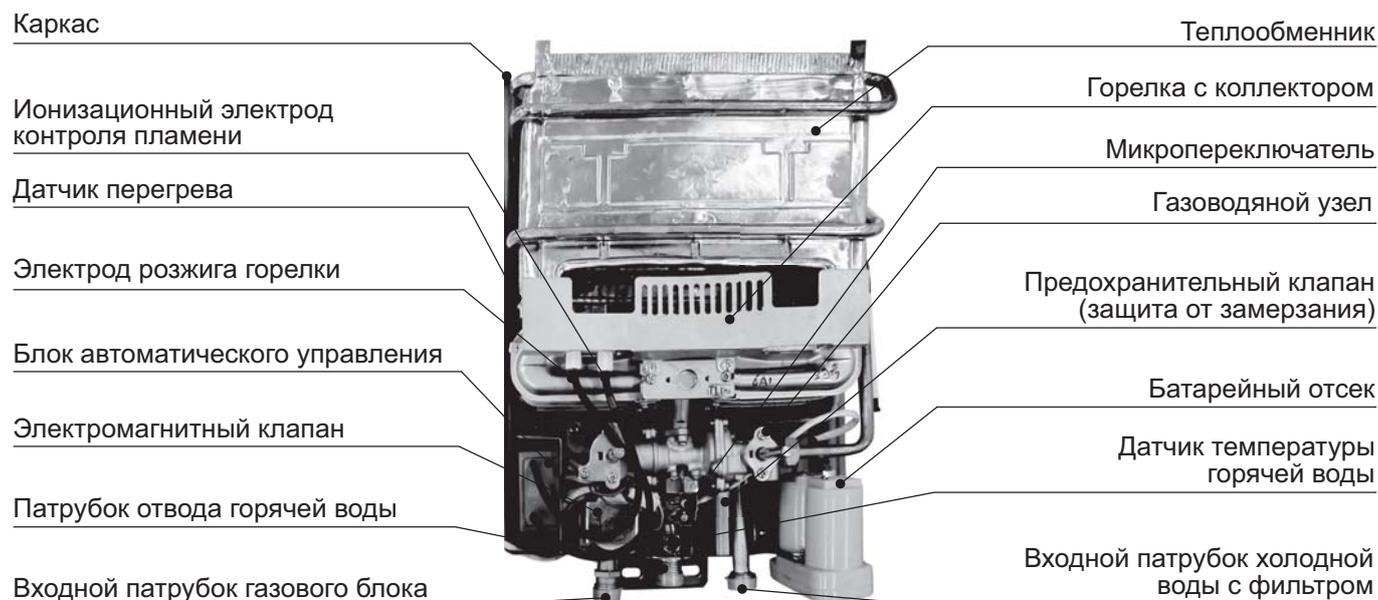

Рис. 2 Внутреннее устройство
Газо-водяной узел (см. рис. 2) предназначен для включения аппарата и обеспечения регулирования температуры воды и расхода газа. Узел состоит из двух регуляторов: водяного и газового.
Конструкция водяного регулятора обеспечивает доступ газа к основной горелке только при наличии протока воды, одновременно обеспечивая срабатывание электромагнитного клапана (см. рис. 2).
- При открытии крана горячей воды между электродами электронного розжига и горелкой происходит искровой разряд (см. рис. 2).